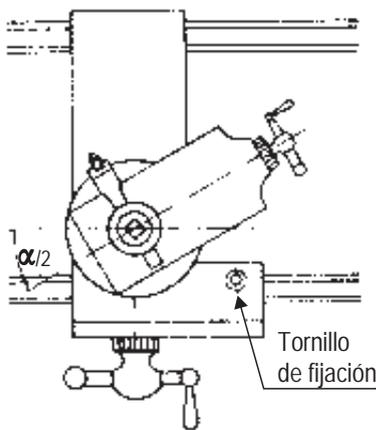

Fig. 2
- b) Gire el carro porta-herramienta al ángulo deseado observando la graduación angular (Figs. 2 y 3).